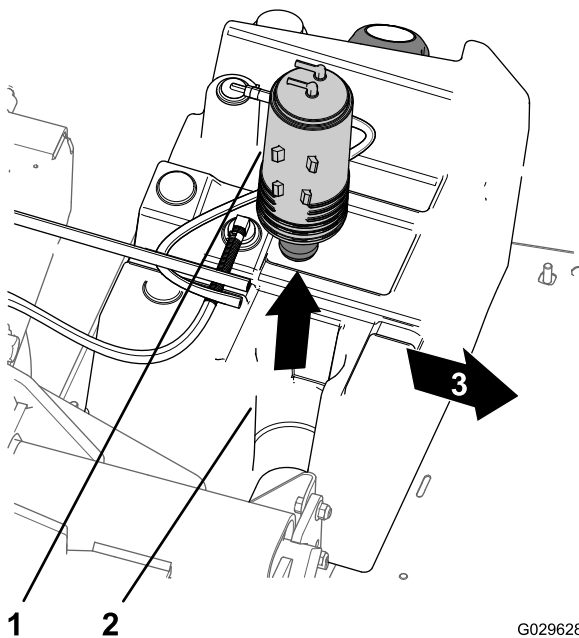

Рисунок 47
- Снимите адсорбер с его крепления на топливном баке (Рисунок 47).
- Вставьте новый адсорбер в крепление адсорбера на топливном баке так, чтобы штуцеры продувки и топливного бака были направлены назад (Рисунок 47).